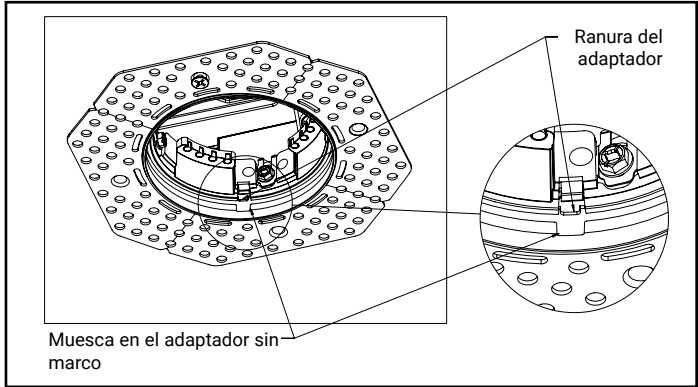

Figura 4.
11. Localice con cuidado las ranuras en el adaptador dentro del techo y alinee las muescas del adaptador sin marco con los tornillos del collar. Inserte el adaptador sin marco en el techo y presione hasta que encaje (Figura 4).